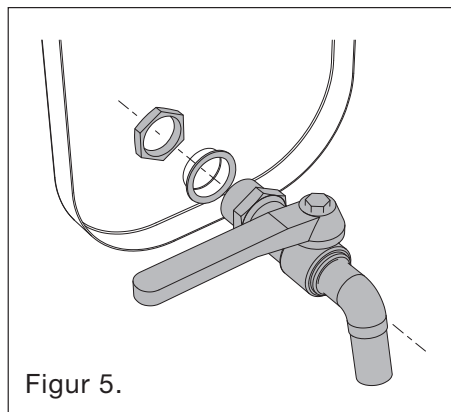

Figur 4.
Figur 4. Öppna luckan och lyft upp gångjärnets stag (7) tills det lossnar från nedre gångjärnshålet. Håll i luckan och vrid ner den tillsammans med staget så att du kan dra förbi staget från gångjärnshålet, vilket lossar både luckan och staget. Återmontering sker i omvänd ordning. Justera först in luckan på sin plats i översta läget och för staget genom det översta gångjärnshålet. Därefter justera in luckan och staget på sin plats i nedersta läget och trä staget genom det nedersta gångjärnshålet. Staget är åt rätt håll när dess tillplattade delar hamnar underst, det hjälper att hålla staget på sin plats. En lång klämtång är ett bra redskap för montering av luckan.